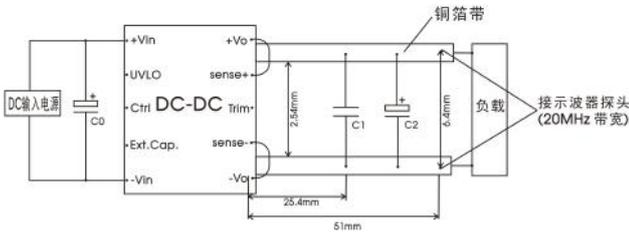

图 3
注: ①纹波和噪声的测试方法见图3, 噪声以靠测法为准。
所有该系列的DC/DC转换器的常规性能在出厂前,都是按照下图3推荐的测试电路进行测试,纹波噪声测试用图3接线测试: